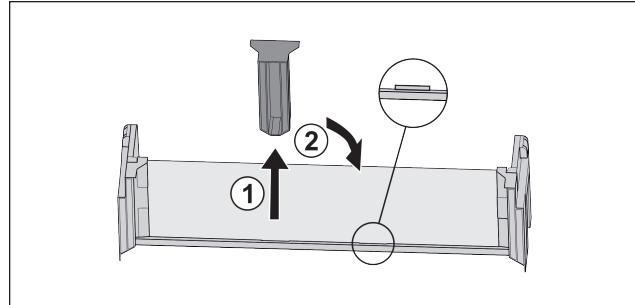

Fig. 24
- ▶ Stiahnite stredný prídružný diel Fig. 24 (1).
- ▶ Nasadte stredný prídružný diel do druhej pozície Fig. 24 (2).